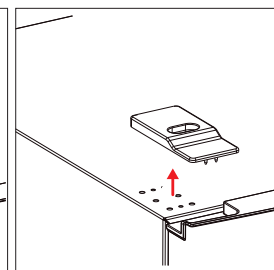

Fig. 7
- ▶ Levante la tapa de tornillos (fig. 7) y colóquela en el lado opuesto sobre los taladros que han quedado libres. Procure que las dos pestañas de retención de la tapa de tornillos queden delante y bien alojadas en los taladros delanteros.